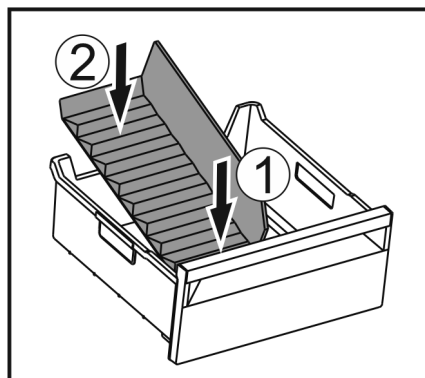

Fig. 139
- ▶ Włożyć przednią część separatora do szuflady na lód. Fig. 139 (1)
- ▶ Tylną część separatora do szuflady na lód opuścić na dno szuflady. Fig. 139 (2)